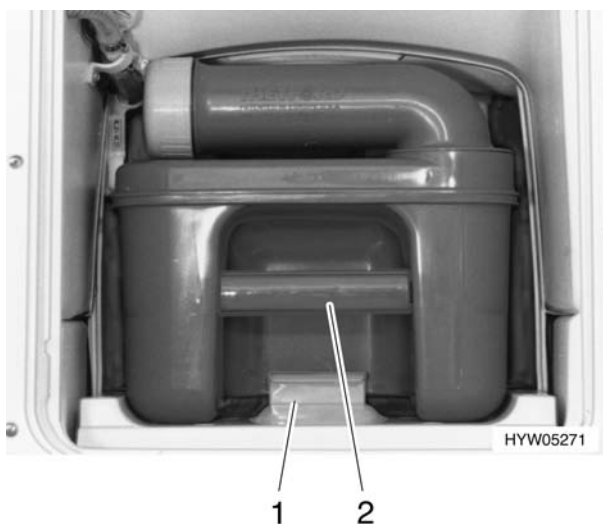

Fig. 189 Rimozione della cassetta Thetford
- Sbloccare la sicurezza (Fig. 189,1) ed estrarre la cassetta Thetford (Fig. 189,2).